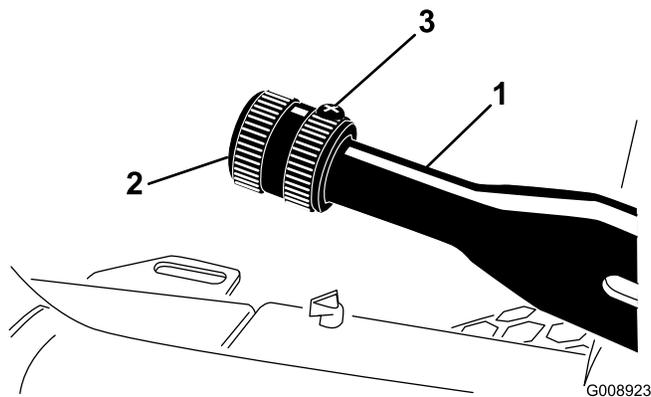

Figure 52
1. Desserrez la vis de fixation du bouton sur le levier du frein de stationnement (Figure 52).